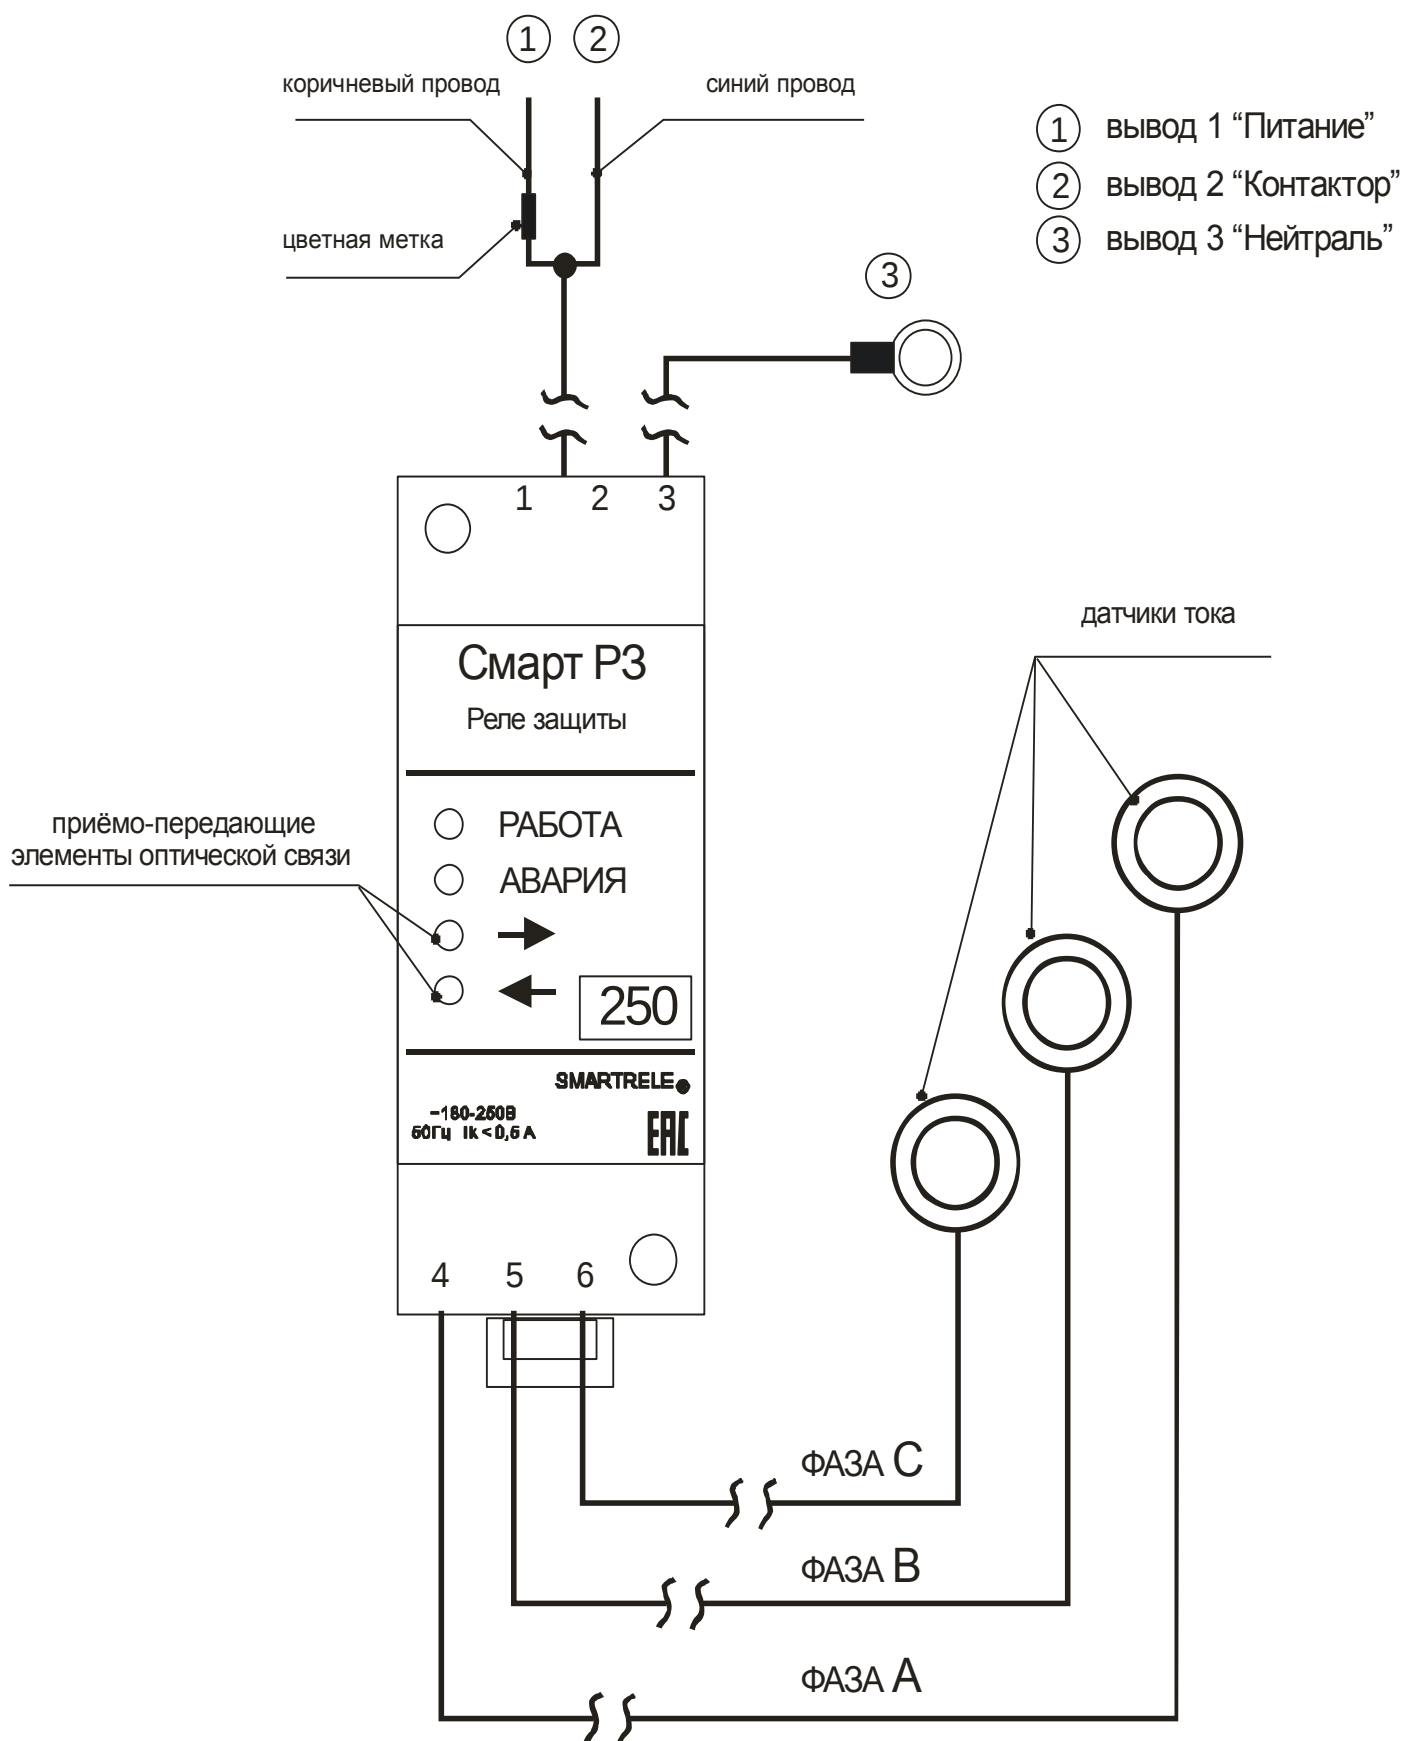

Рисунок 1 – внешний вид реле Смарт Р3
5.1 Общий вид реле показан на рис.1, габаритные и установочные размеры электронного блока реле – на рис.2.